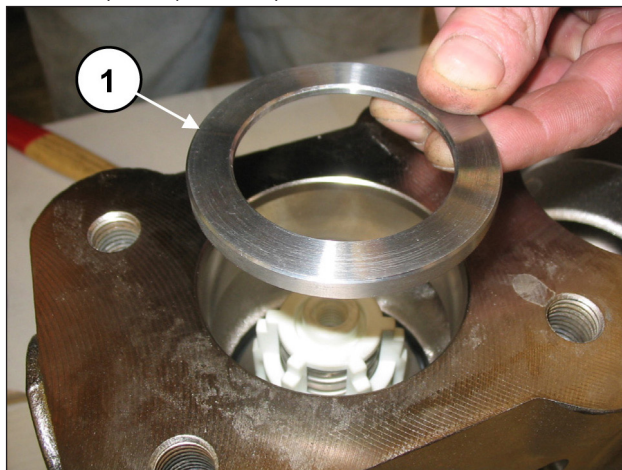
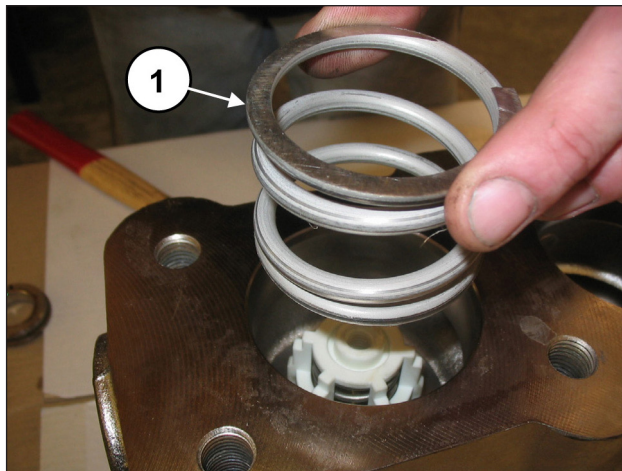

Abb. 102
Abb. 103
Setzen Sie den Ring des Ventilsitzes (Pos. ①, Abb. 102) und die Feder ein (Pos. ①, Abb. 103).